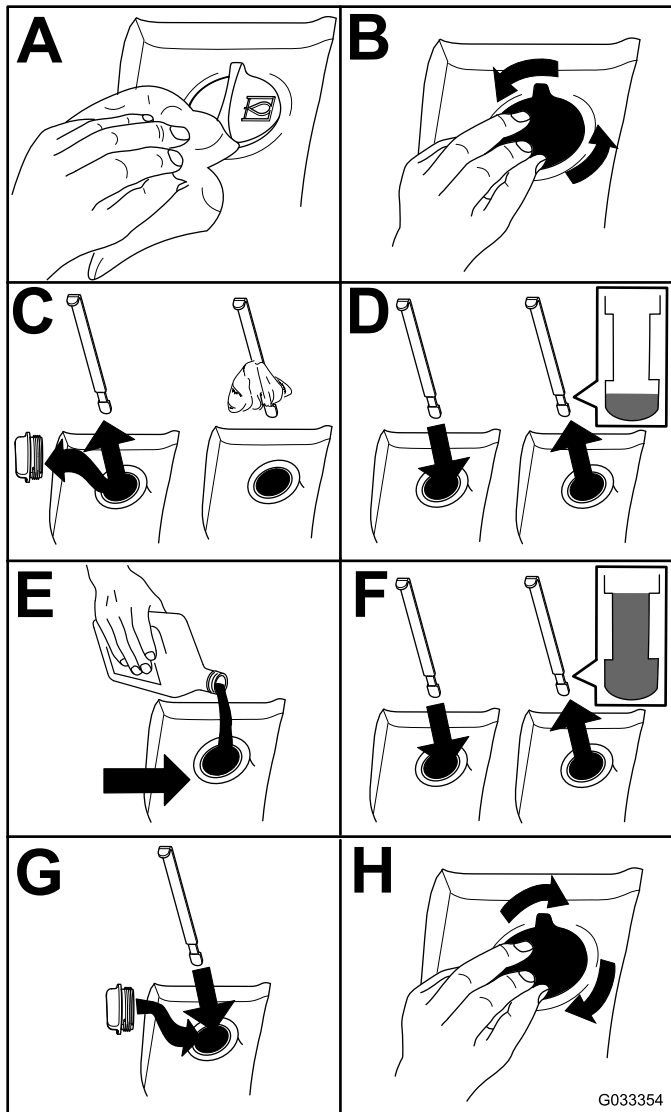

Рисунок 74
2. Проверьте уровень гидравлической жидкости (Рисунок 74).